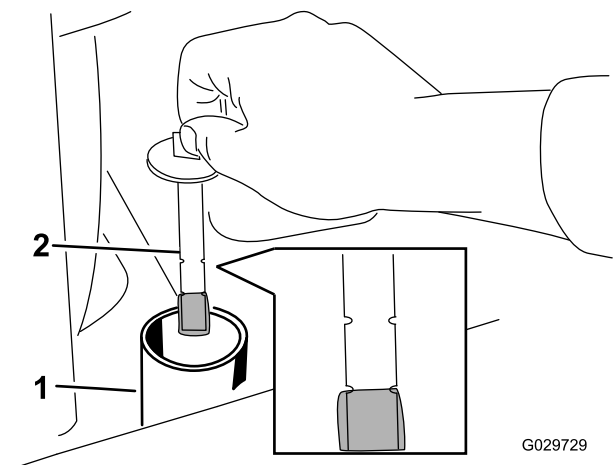

Bild 28
6. Entfernen Sie den Deckel vom Einfüllstutzen und überprüfen Sie den Ölstand auf dem Peilstab (Bild 28).